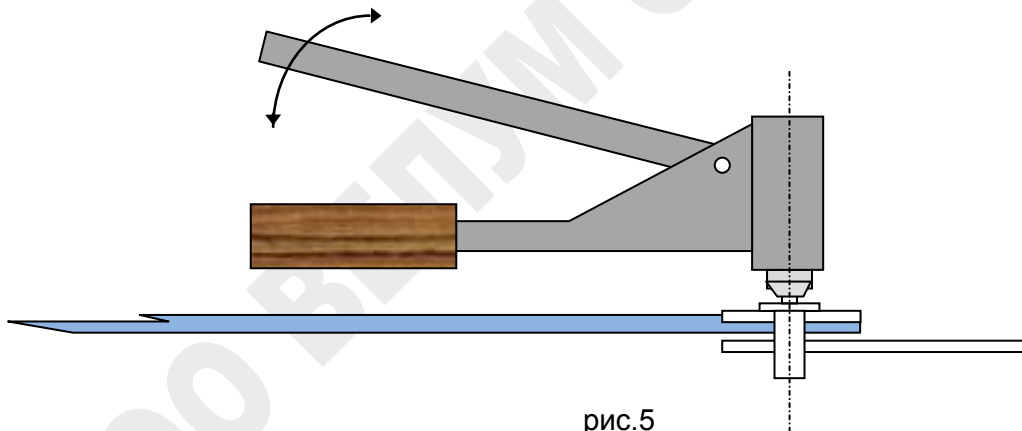

рис.5
2.4 Приклепать хвостовик к полосе, с помощью заклепочника (*рис.5*).